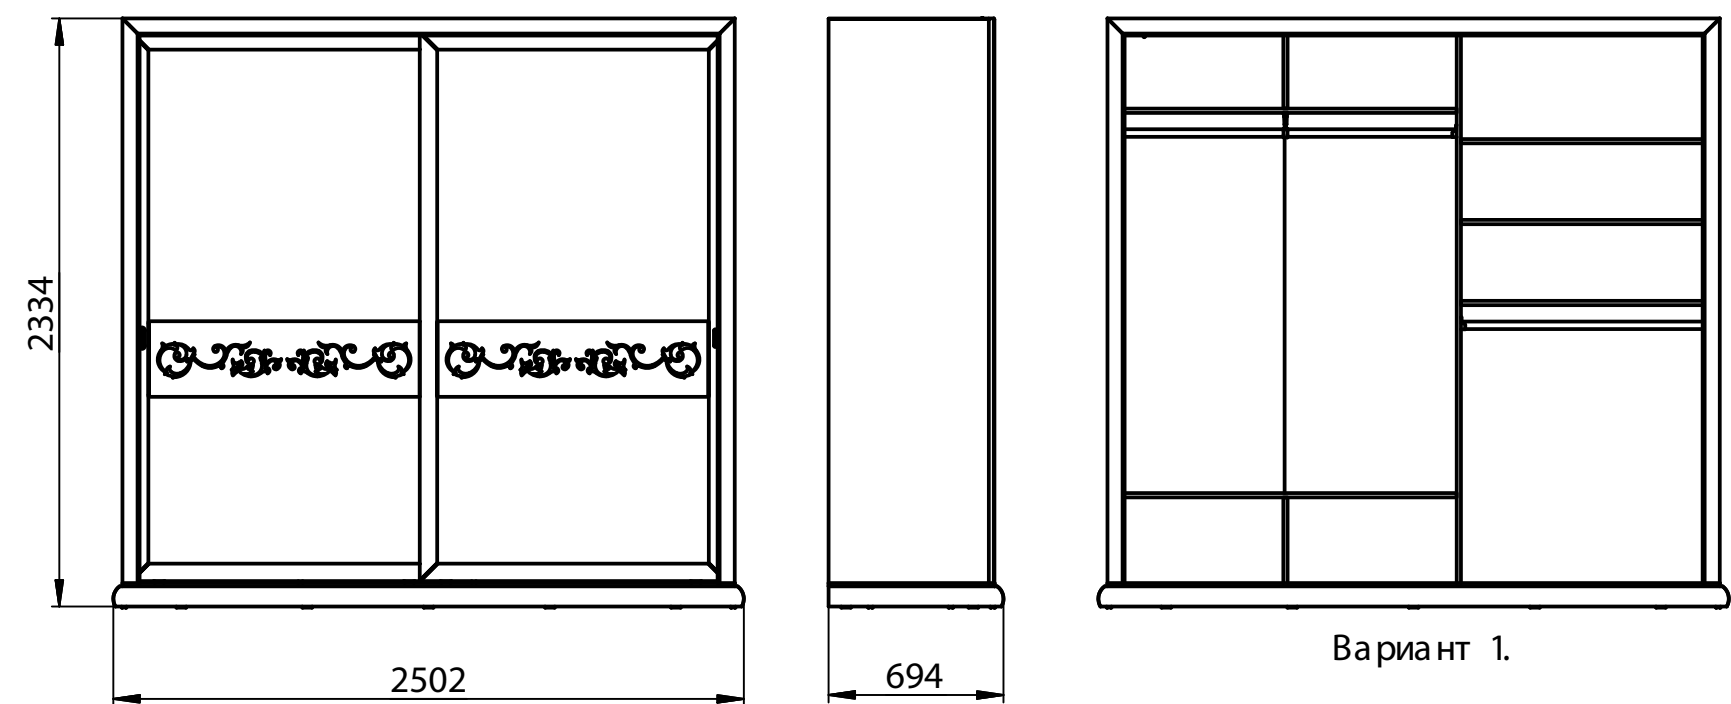
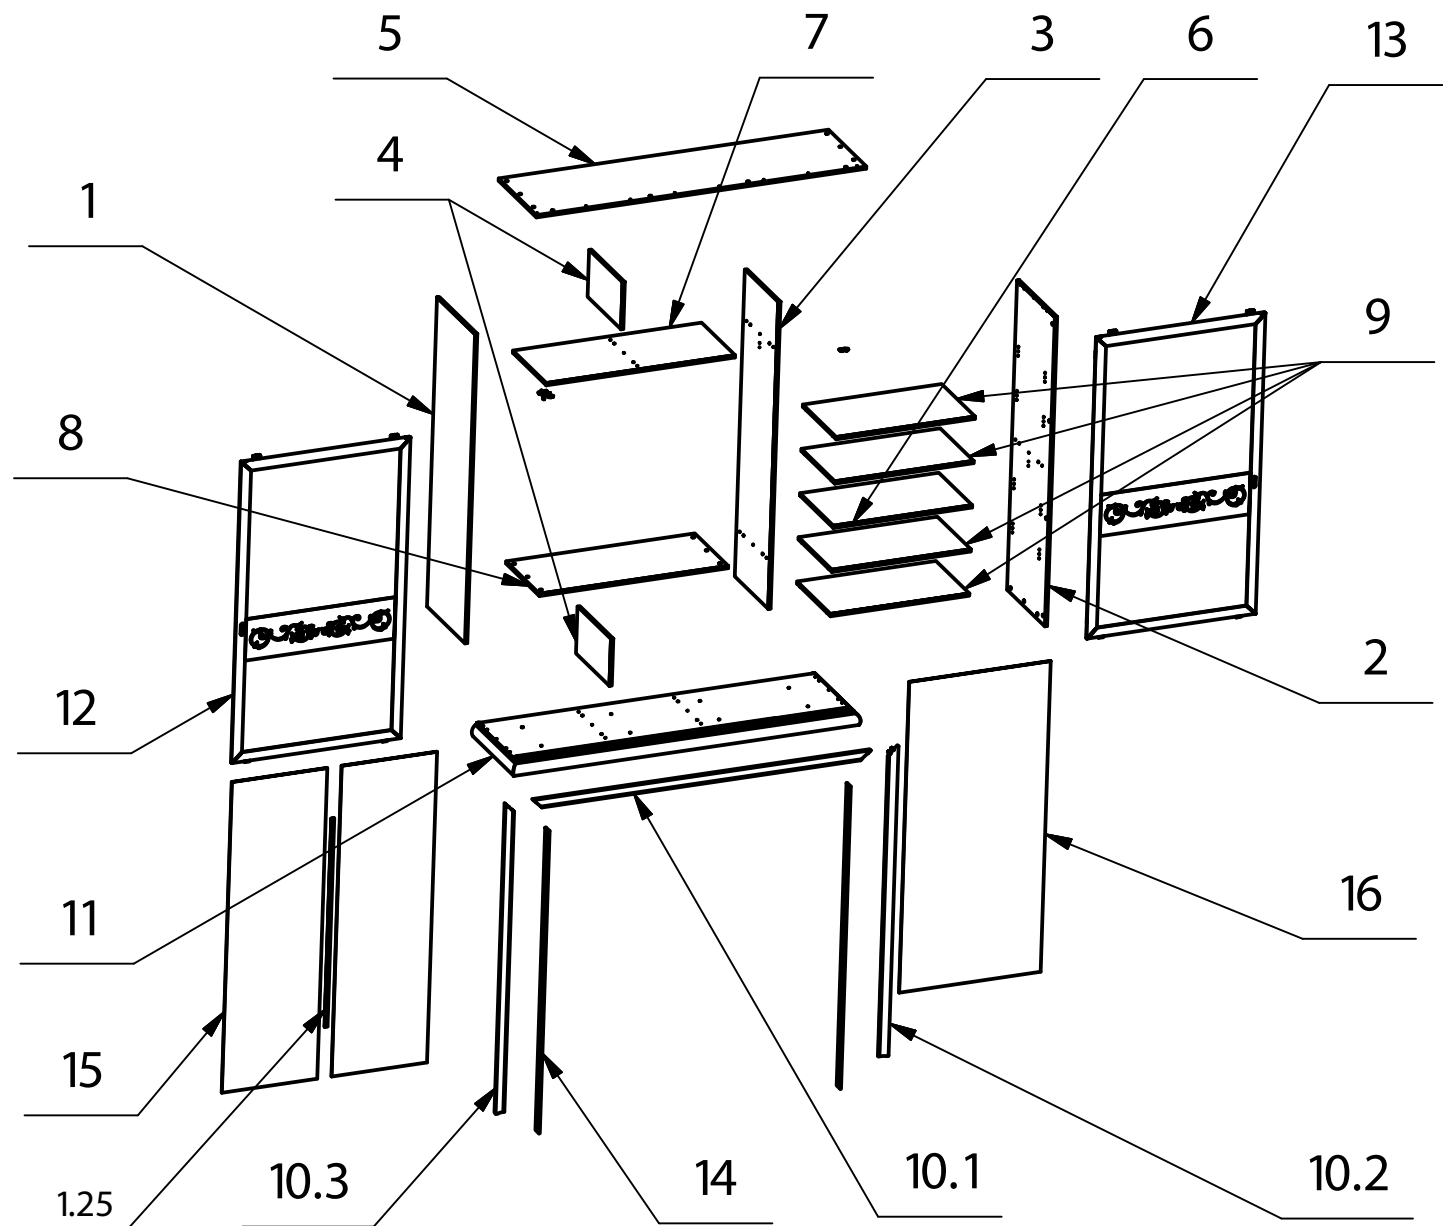
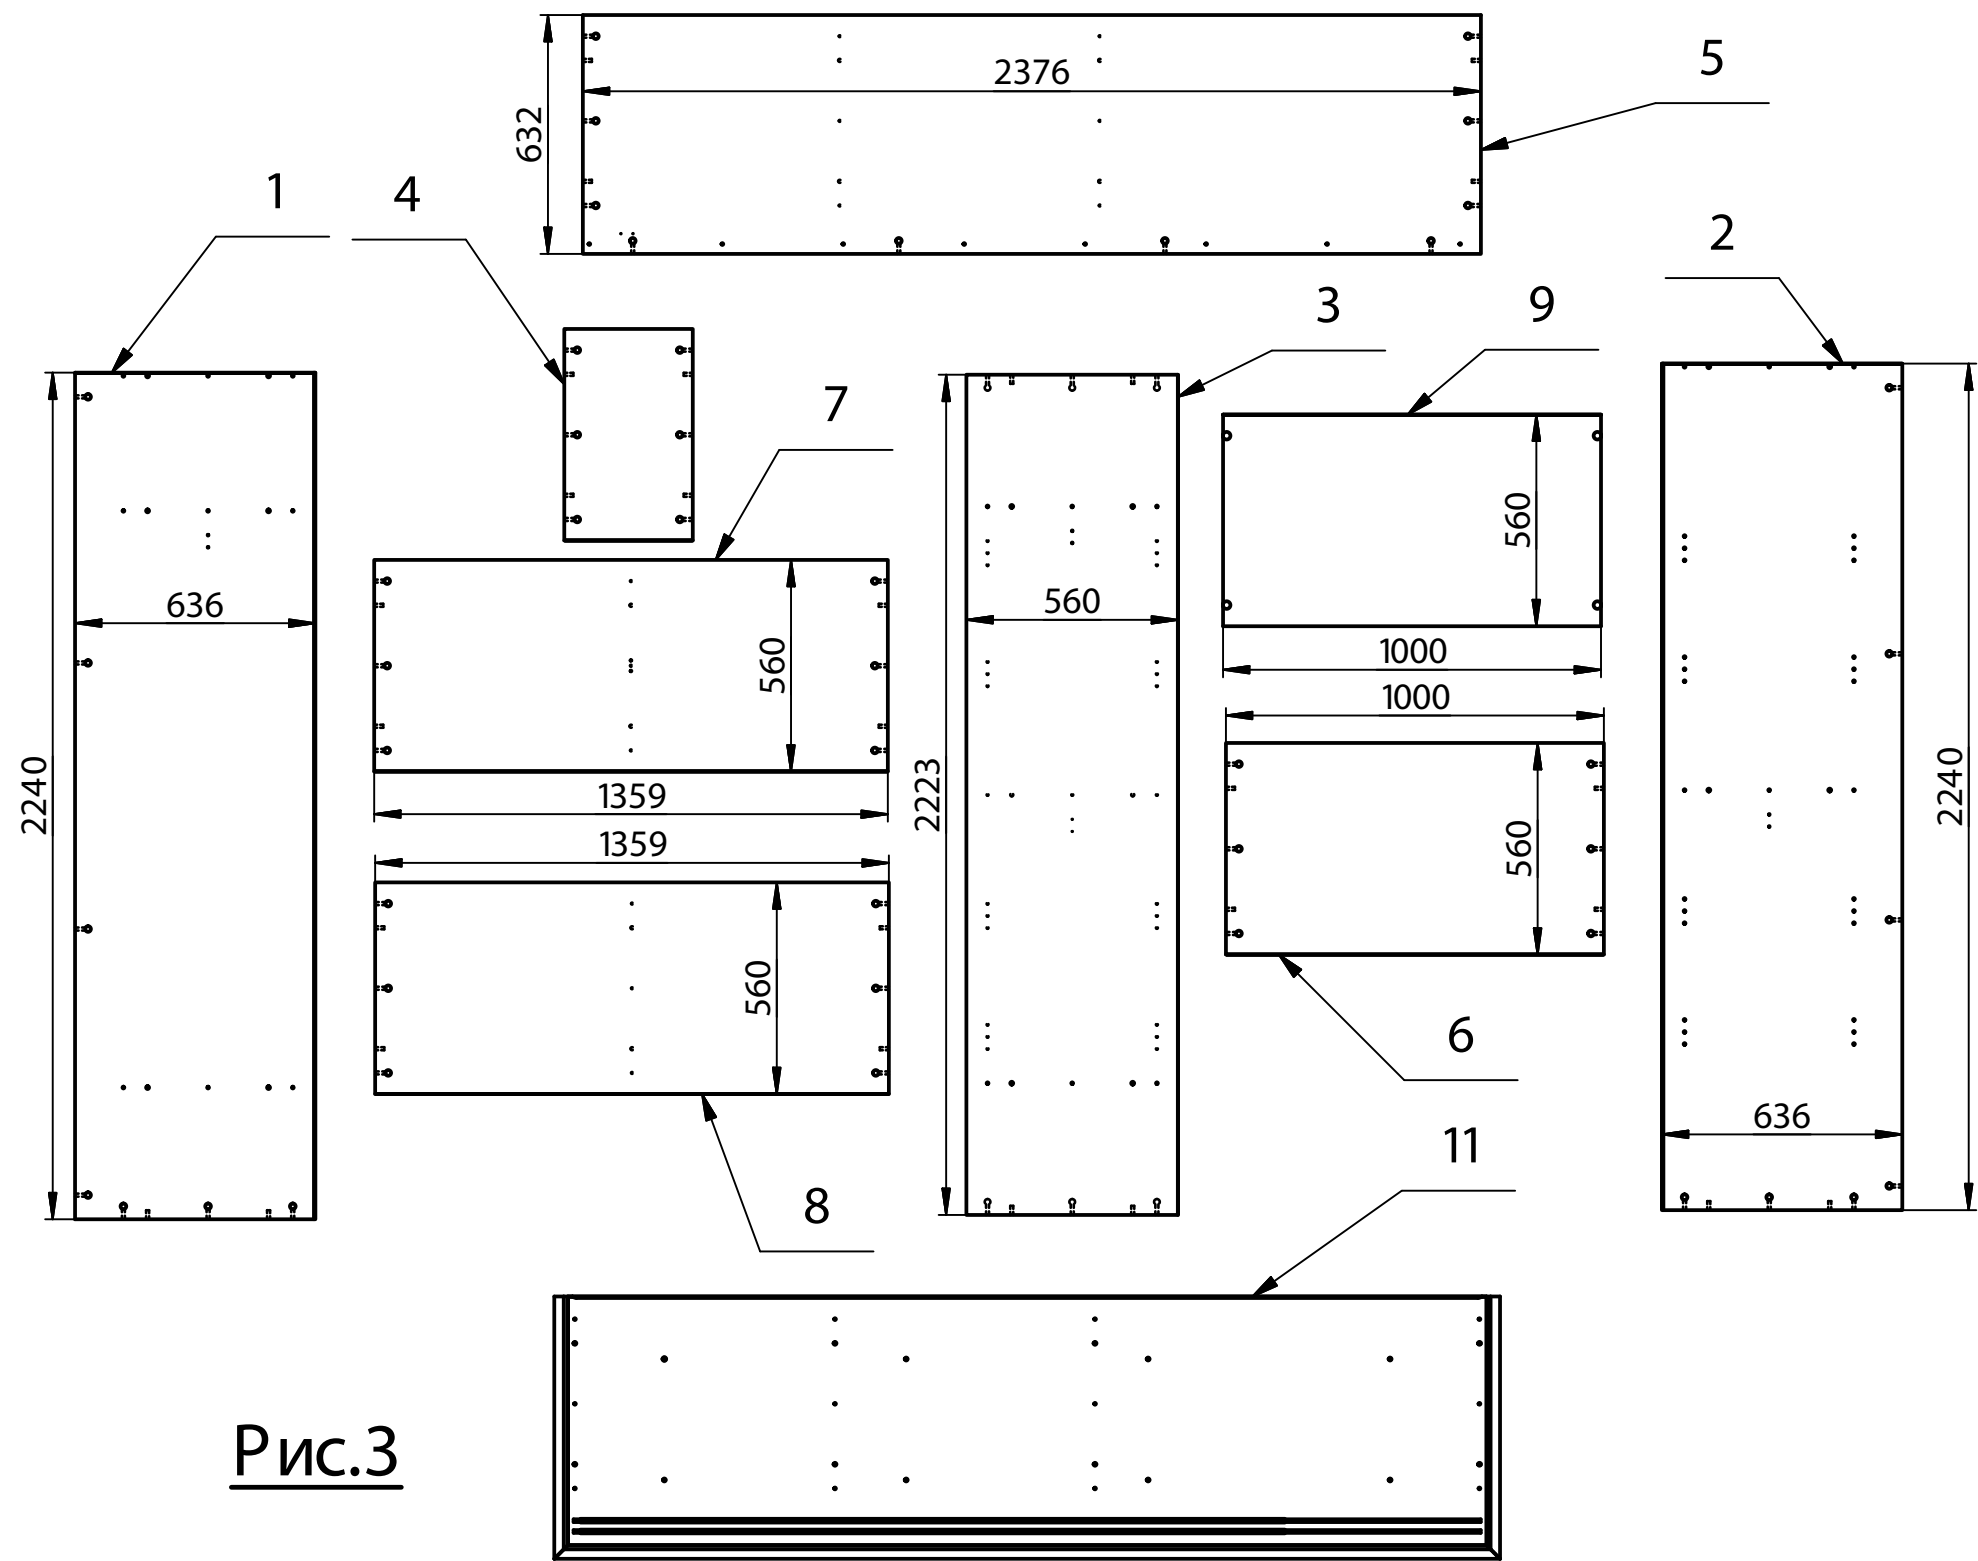

Рис.1
Рис.2
Рис.3
1.Перед сборкой следует ознакомиться с инструкцией, отобрать нужные детали, фурнитуру и метизы для каждого изделия, обратить внимание на номера деталей. Сборку шка фа производить на полу на предварительно подстеленной ткани или картоне. Шурупы для крепления съемной фурнитуры следует заворачивать в насверленные на поверхности деталей отверстия. Инструмент для сборки (отвертки, молоток и т.д.) в комплект не входит. Общий вид изделия в собранном виде изображен на Рис.1. Детали и сборочные единицы изображены на Рис.2 и Рис.3. Перечень деталей с присвоенными им номерами (позиции) указаны в таблице "Детали". Крепёжные детали, метизы указаны в таблице "Фурнитура"